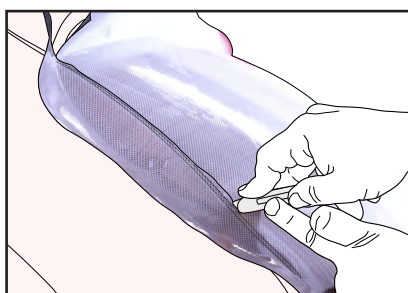

Figure 21
- ▶ Procéder à la coupe complète du film. (FIG. 21)